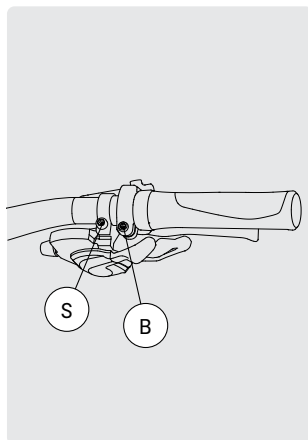

FIG. 25
- 1 Desserrez les vis à six pans creux S et B des leviers de vitesse et de frein (Fig. 25).